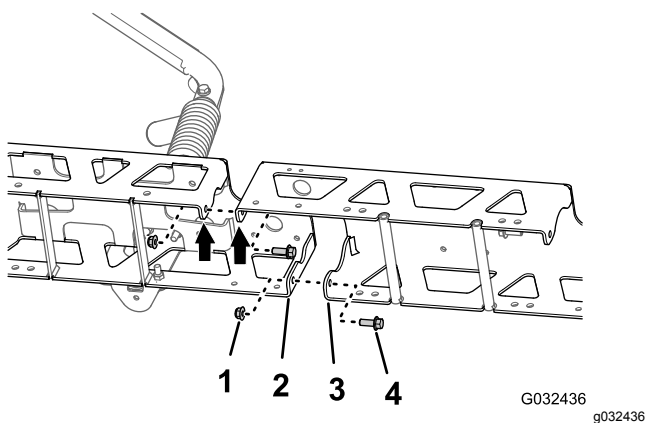

Figura 54
1. Alinee los orificios de las pestañas verticales de la extensión del brazo central con los orificios del perfil del travesaño (Figura 54).
- Sujete provisionalmente la extensión del brazo central al perfil del travesaño (**Figura 54**) con los 2 pernos con arandela prensada (3/8" x 1") y las 2 contratuercas con arandela prensada (3/8") que retiró en el paso 1 de Separación de los perfiles de la sección de fumigación central \(página 29\).
- Alinee los orificios de las pestañas verticales de la extensión del brazo central con los orificios del otro perfil del travesaño (**Figura 54**).
- Ensamble provisionalmente la extensión del brazo central al otro perfil del travesaño (**Figura 54**) con los 2 pernos con arandela prensada (3/8" x 1") y las 2 contratuercas con arandela prensada (3/8") del kit de acabado del sistema de fumigación GeoLink (**Figura 54**).